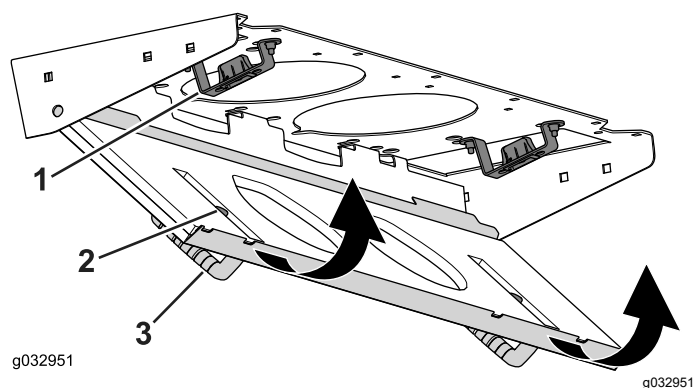

Рисунок 150
- Поверните сетчатый фильтр вокруг монтажных лепестков так, чтобы защелка зафиксировалась в креплении защелки в сборе (Рисунок 150).